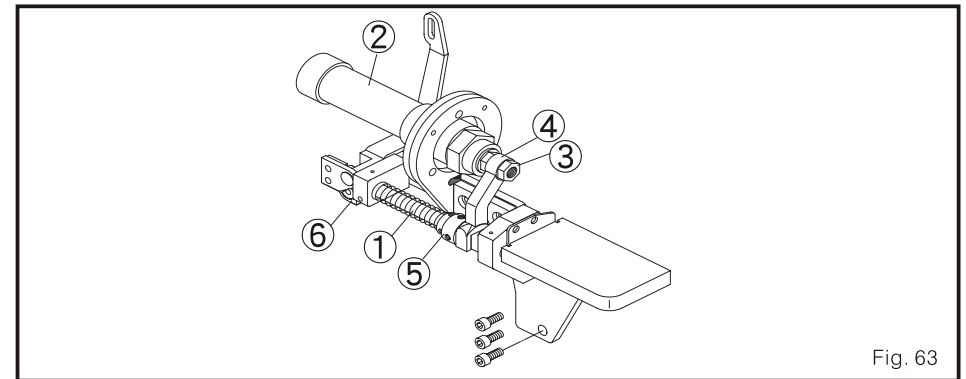

Fig. 63
- (1) Confirme que o refilador é guiado pela barra conectora 1 e para o cilindro de ar 2. Também o movimento macio de esquerda/direita destes dois (Fig. 63)
- (2) O golpe fixo do eixo principal do cilindro de ar deve ser ajustado a 17 mm, como também os movimentos de golpe do refilador inferior às 30 mm. Para o ajuste. Por favor, solte o parafuso 3 e ajuste o bloco 4 de esquerda e direito de forma que faz confortável aos golpes.
- (3) depois de ajustar os golpes, solte um pouco a porca 5 e mexa o apoio do cilindro de ar 6 esquerda para direita. Isto pode mudar o a posição esquerda/direita da extremidade inferior ao centro da barra agulha..
- (4) Se o sincronizador não esteja perceptivo. Por favor, ajustar o apoio do cilindro de ar 6.